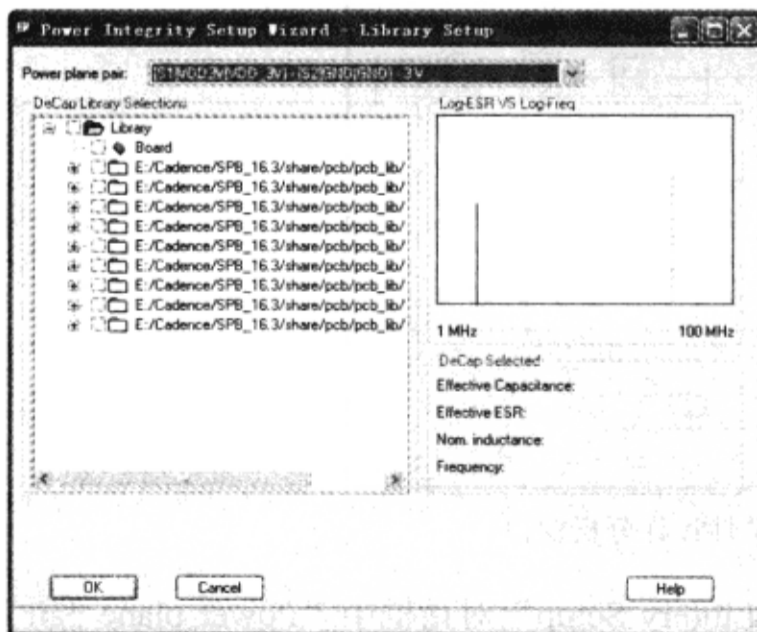

图 8-8-65 电容器库设置窗口
(11) 在“Power Integrity Design & Analysis”对话框中选择“Cap Libraries”,弹出“Power Integrity Setup Wizard-Library Setup”对话框,如图 8-8-65 所示。